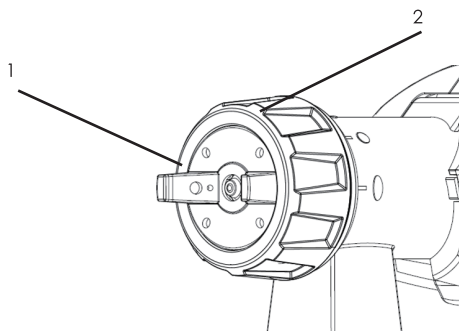

Abb.4
4) Regolare le impostazioni di spruzzatura richieste (Fig. 4)